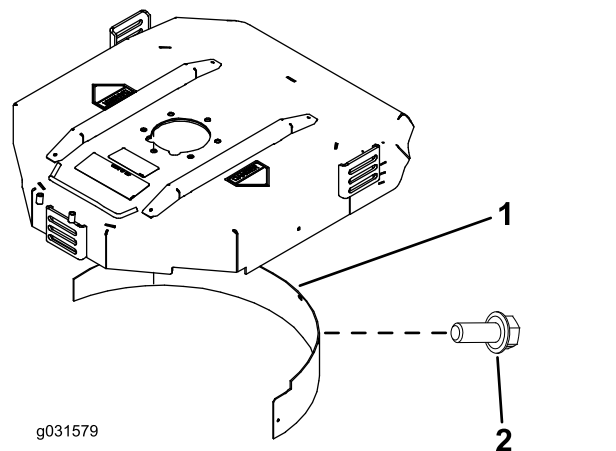

Figura 20
2. Instale o abafador de cobertura (mulch) na abertura traseira e fixe-o com cinco parafusos com cabeça flangeada (Figura 20).